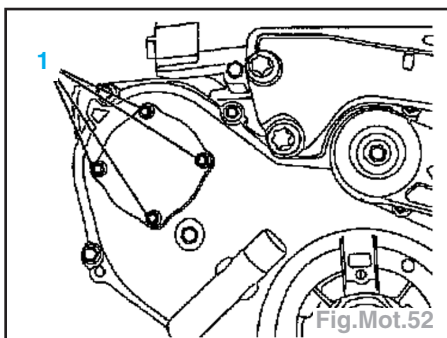

Fig.Mot.52
- Déposer l'ouverture de service de la pompe à eau avec son joint (Fig.Mot.52).